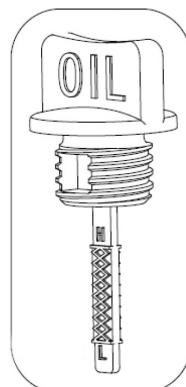

Рис. 12
4. Закройте крышку маслозаливной горловины и снова извлеките щуп. Проверьте уровень масла. Он должен находиться между верхней и нижней отметкой контрольного щупа ближе к верхней отметке «H» (Рис. 12). В случае необходимости долейте свежее моторное масло.